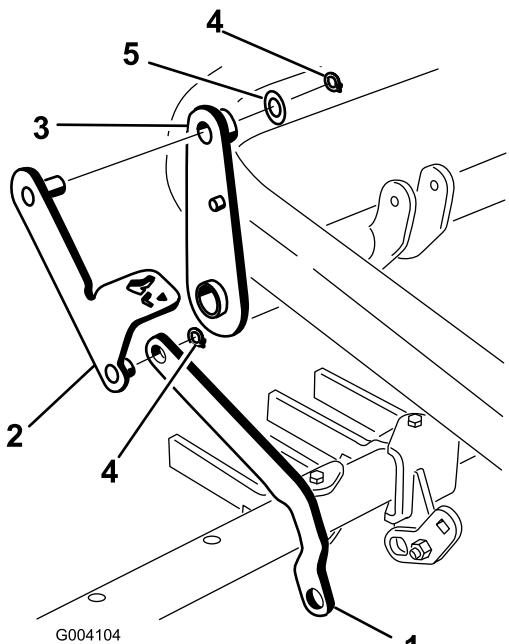

Рисунок 15
- 3. Наденьте конец звена навесного бруса на короткую стойку узла рычага педали и закрепите его стопорным кольцом (Рисунок 15).
4. Вставьте стойку на другом конце узла рычага педали через верхнюю часть узла рычага и закрепите его шайбой (7/8 дюйма) и стопорным кольцом (Рисунок 15).